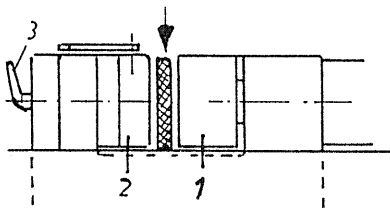

Abb.9
Biegematrize (1) auf Schubkolben aufstecken und mit Innusschraube festschrauben. Biegestempel einsetzen und mit Knebelschraube (3) festschrauben. Stromschiene hochkant einschieben (Abb.8). Mit Fußschalter Elektro-Hydraulikpumpe betätigen bis der gewünschte Biegewinkel erreicht ist (Abb.9). Der Biegewinkel kann oben am Werkzeug abgelesen werden.